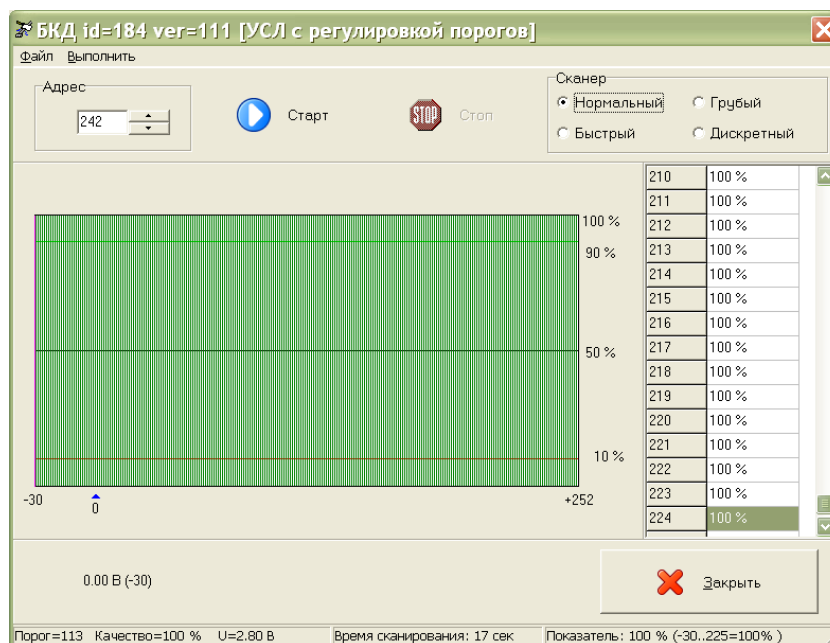

Рисунок 13
5) Проверить качество связи в СОС-95 между БКД-М и УСЛ-А в режиме работы сканера «Нормальный» (рисунок 13). Для исправного УСЛ-А качество связи должно быть 100% на всем диапазоне порогов приема БКД-М.